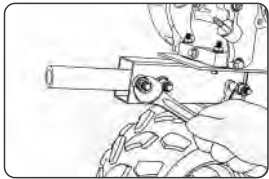

Рис.6
- Установите штырь присоединительный в рабочее положение (рис. 6). Зафиксируйте болтами М12Ø60, шайбами Ø12, шайбами пружинными Ø12 и гайками М12.